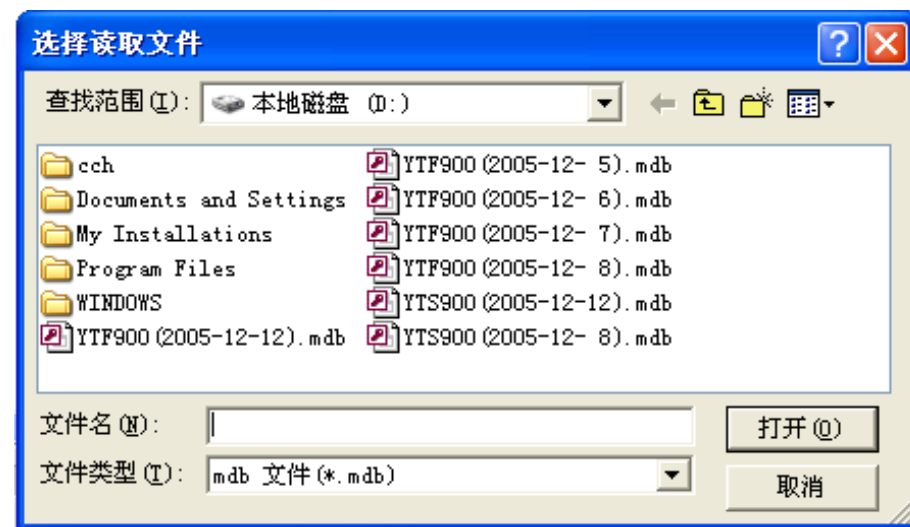

图 48
3) 单击“打开文件”按钮，将显示“选择读取文件”对话框，如图 48
单击“打开文件”按钮，将显示“选择读取文件”对话框，如图 48。